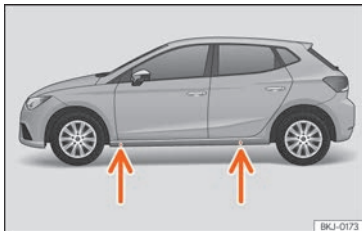

Abb. 190 Aufnahmepunkte für den Wagenheber.
- Suchen Sie am Längsträger die Markierung des Wagenheberaufnahmepunktes (Eindrückung), die dem zu wechselnden Rad am nächsten liegt >>> (Abb. 190).